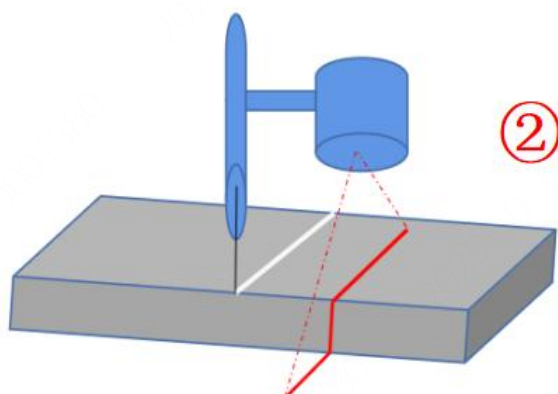

图 3-48 激光器四点法标定姿态 1
(2) 调整机器人姿态，使得焊枪末端与标定板平面垂直，激光线与参考线平行，机器人焊枪末端运动至参考线与焊缝的交叉点，如图 3-48 所示，此时选择点序号 1，点击记录。